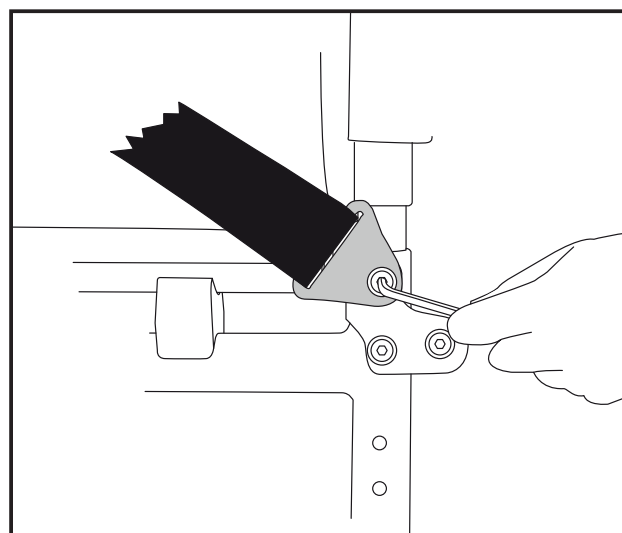

Abbildung 53
- Befestigen Sie den Beckengurt wie in Abbildung 53 gezeigt. Verwenden Sie die zuvor herausgeschraubte Schraube.